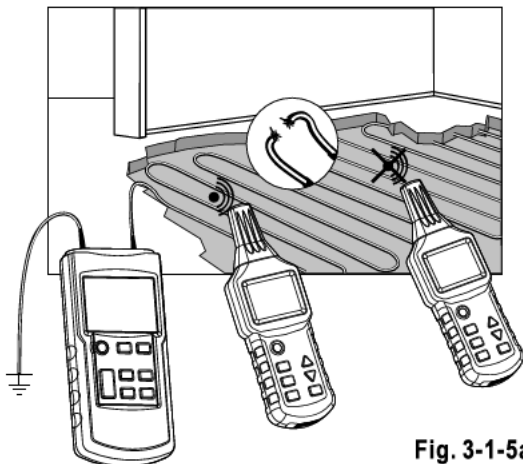

Fig. 3-1-5a
- Alle ungenutzten Leitungen müssen wie in Fig. 3.1.5a dargestellt an die Hilferdung angeschlossen werden.